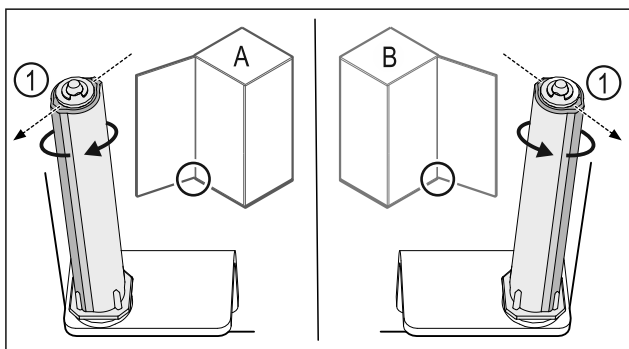

Fig. 39 Links scharnierend (A) / rechts scharnierend (B)
- ▶ Sluitsysteem tegen de weerstand in draaien tot het schot van het sluitsysteem Fig. 39 (1) naar buiten wijst.